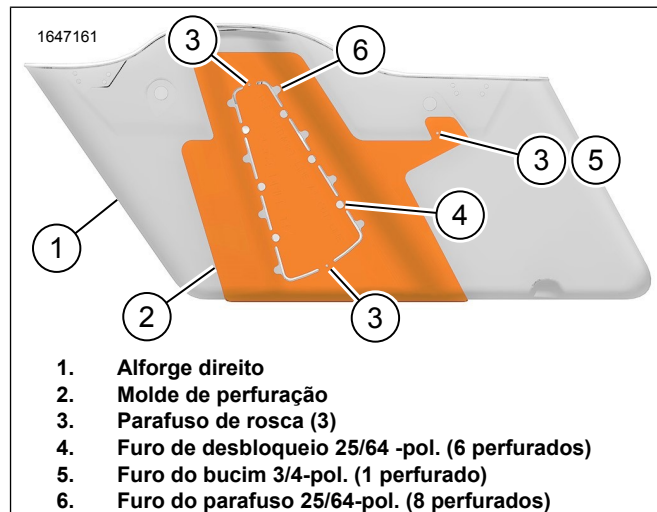

Figura 8. Molde de Perfuração do Alforge do Lado Direito
1. Ver a Figura 8. Posicionar o molde de perfuração (2) no alforge do lado direito (1).
3. Ver a Figura 8. Modificar alforge do lado direito (1).
- b. **Furos de desbloqueio:** Fazer seis orifícios de desbloqueio de 25/64 pol. (4).
- c. **Orifícios dos parafusos:** Fazer oito furos de parafusos de 25/64 polegadas (6).